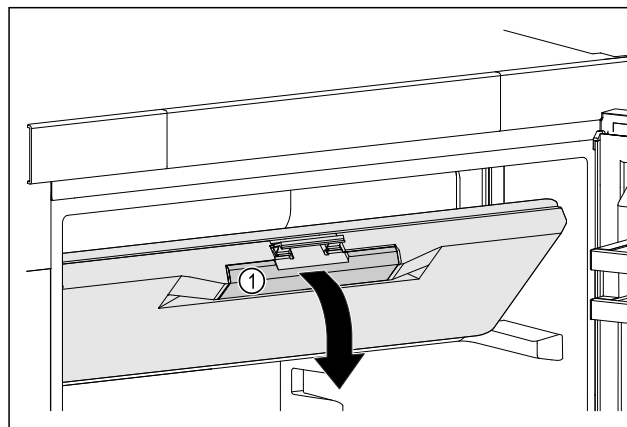

Fig. 48
- Uchopte dvere mraziaceho priestoru za priehlbeň pre rukoväť Fig. 48 (1).